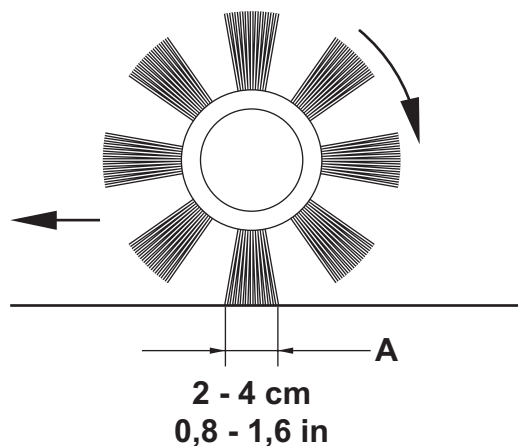

Figure 6
- Contrôler que la largeur de la trace (A, Fig. 6) laissée par le balai central est comprise entre 0,8 et 1,6 in (entre 2 et 4 cm) dans toute sa longueur.
Au cas où il ne serait pas possible de régler correctement la trace (A, Fig. 6), car le balai exerce une pression excessivement différente aux extrémités de sa longueur, se référer au manuel d'entretien pour la procédure de réglage.